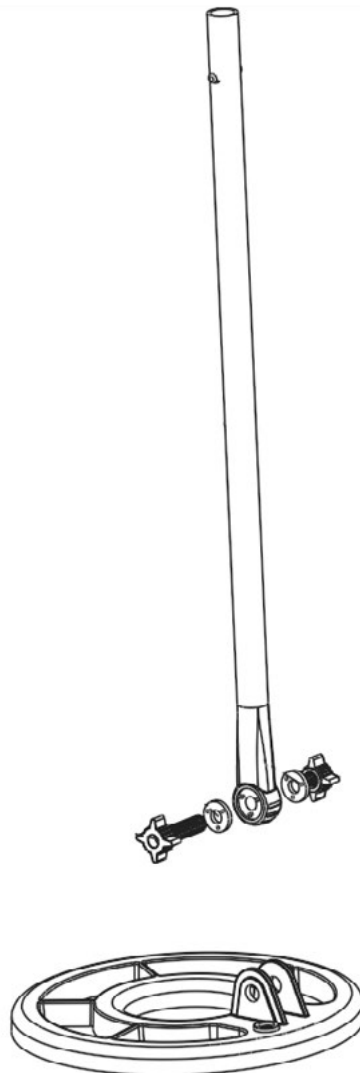

Fig.3 Montage de la tige inférieure sur la tête de détection
2. Dévissez la partie de blocage sur la tige inférieure et montez-la sur la tête de détection à l'aide d'un écrou, une vis et deux rondelles (Voir Fig. 3) :